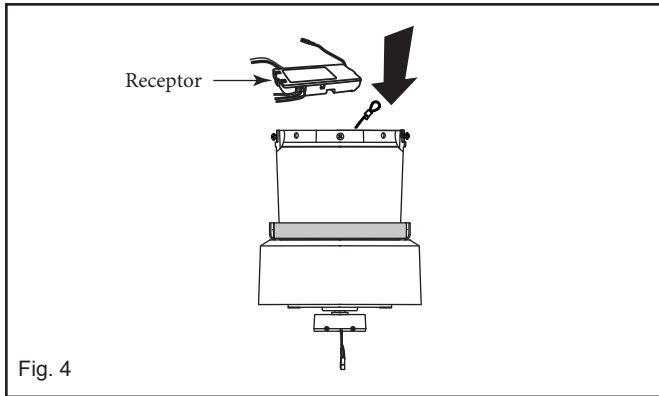

Fig. 4
Paso 1. Inserte el receptor en la carcasa del adaptador. (Fig.4)